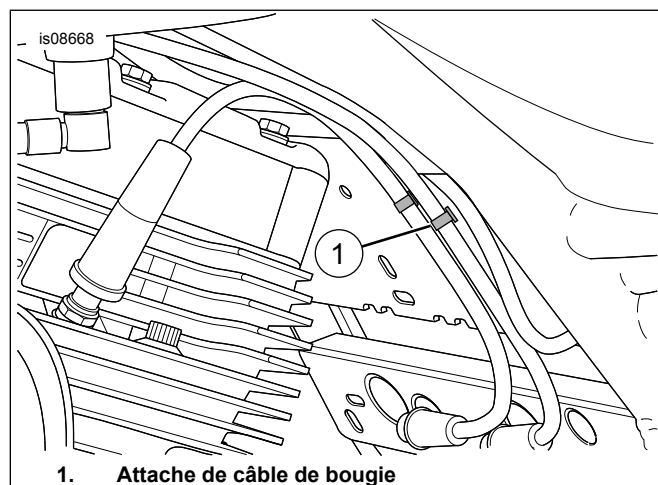

Figure 3. Attache de câble de bougie
4. Consultez Figure 3 . Enlever l'attache de câble (1) de la bougie.